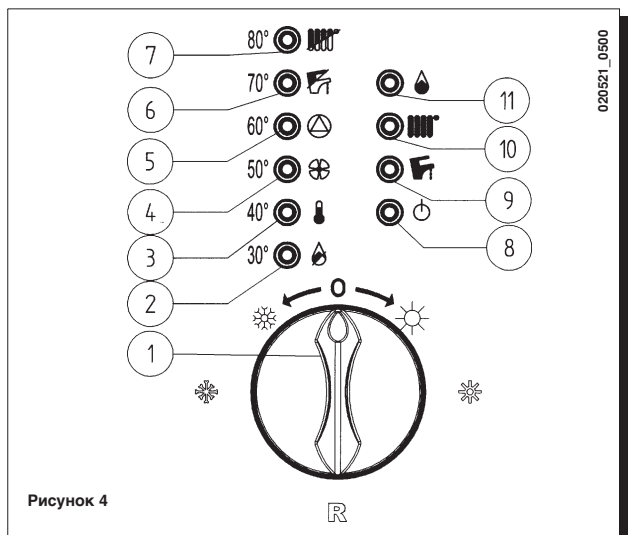

Рисунок 4
Внимание - При первом запуске возможно, что главная горелка сразу не зажжется из-за присутствия воздуха в газопроводе, следовательно, произойдет блокировка котла. В данном случае рекомендуем повторять пусковые операции до устойчивой подачи газа на горелку, временно установив ручку (1) в положение R (см. также рис. 4).
Эту операцию следует произвести при переключателе режима работы (поз. 1 на рис. 4) в положении ВЫКЛЮЧЕНИЕ (0).